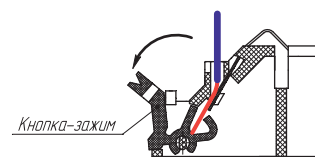
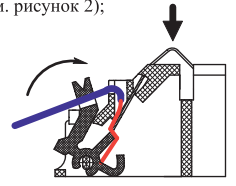

Рисунок 1
Рисунок 2
Кнопки-зажимы контактов 3 и 4 (маркировка контактов выполнена на контактной группе) предназначены для подключения «-» ШС. В состоянии поставки кнопки-зажимы находятся в отжатом положении, освобождая каналы для ввода проводов (см. рисунок 1). Подключение проводов ШС проводить в следующей последовательности: - ввести в канал провод и зафиксировать его, поджав кнопку- зажим до упора (см. рисунок 2);
- проверить надежность соединения для чего необходимо надавить на изгиб контакта, имитируя нажим датчиком (см. рисунок 2) и потянуть провод на себя;
- завести провод в паз, расположенный на кнопке-зажиме (см. рисунок 2).